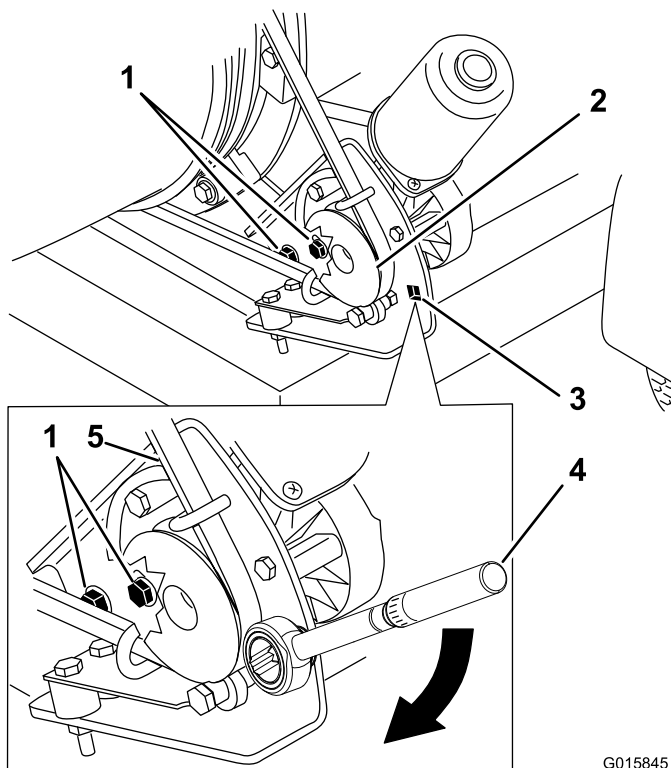

Figura 27
1. Allentate i bulloni che fissano la staffa di supporto della puleggia al telaio del soffiatore (Figura 27).
2. Posizionate una chiave torsionometrica nella staffa di supporto della puleggia (Figura 27).
3. Girate la staffa di supporto della puleggia allontanandola dall'ugello finché la chiave torsionometrica non registra un valore tra 22,6 e 26,0 N·m (Figura 27).